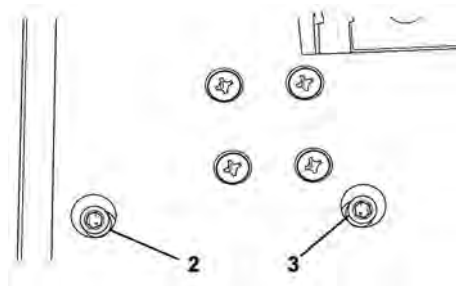

fig. 9 - ajuste del ángulo
5. Si es necesario ajustar el ángulo, en la base de la máquina hay dos tornillos Allen de ajuste. El tornillo Allen (2) ajusta el ángulo de 0° y el tornillo (3) ajusta el ángulo de 45°, fig. 9.
5. Si es necesario ajustar el ángulo, en la base de la máquina hay dos tornillos Allen de ajuste. El tornillo Allen (3) regula el ángulo de 45°, fig. 9.
7. Después de ajustar el ángulo y con la palanca traba (12) apretada apriete el tornillo (3).